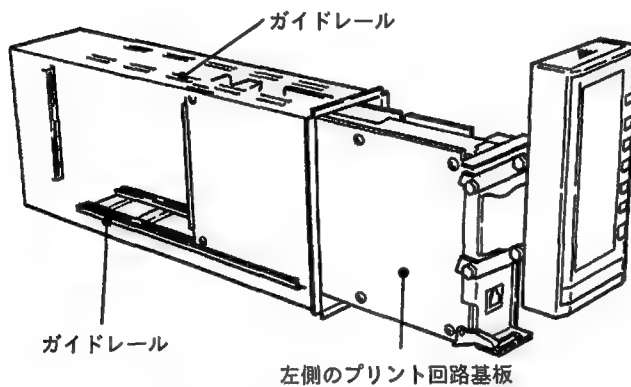

図4.8 内器の挿入1
- ①ハウジング内側の、上下にあるガイドレール(左)に、内器左側のプリント回路基板を通します(図4.8参照)。内器が後部コネクタ部にあたり、“カチッ”と音がするまで挿入します。リリースレバーが手前に倒れた状態から、起きた状態になります。